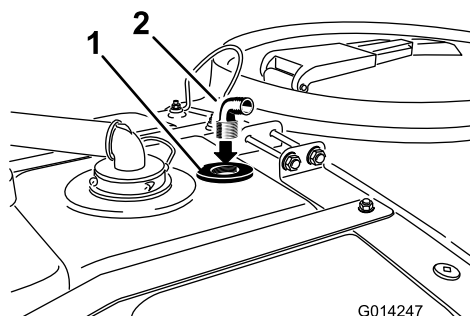

Рисунок 16
4. Установите прямоугольный штуцер в резьбовое отверстие переходного штуцера промывочного сопла (Рисунок 16).